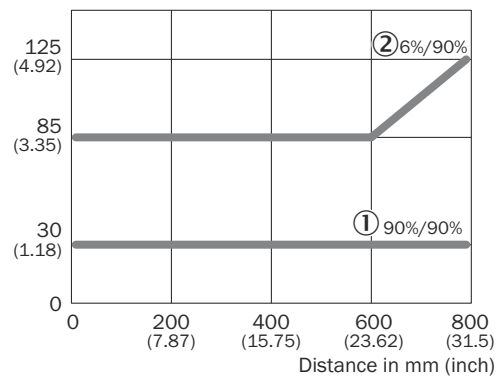

Figura 5: Distância mínima do objeto ao fundo
5. Observe a distância de comutação e distância até o objeto ou plano de fundo, bem como a refletividade do objeto. ver figura 5, página 129